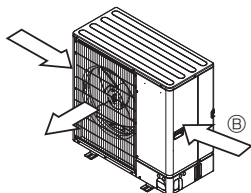

Fig. 2-5
- ③ Ако е възможно, поставете тялото така, че изходът за въздух да духа перпендикулярно на посоката на сезонния вятър. (Fig. 2-5)